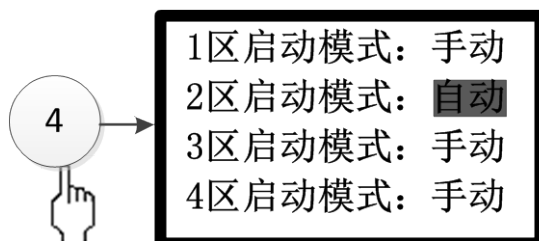

图 3-31
按下数字 4 键或光标移至④后按确认键，可进入阀门启动模式界面(如图 3-31 所示)。按上下方向键选择分区，按左右方向键切换阀门启动是“自动”还是“手动”模式，按“F1”键保存设置，保存后自动返回上级菜单。